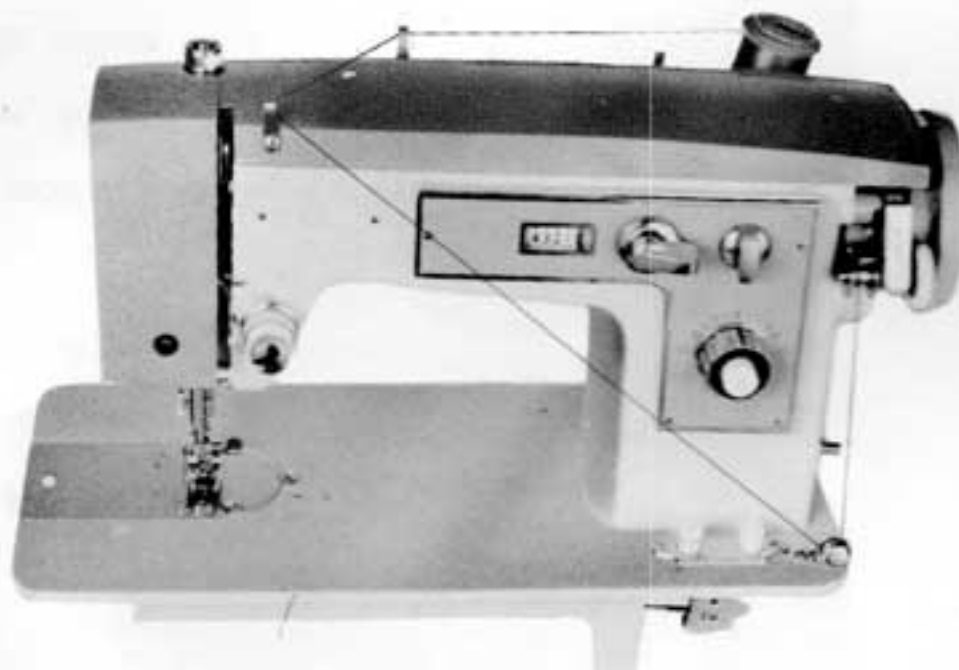

Fig. 21
2. Place a spool of thread on the spool pin. Draw thread from the spool through upper thread guide, and downward across machine from left to right. (Fig. 21)
Klos draad op de pen. Trek de draad door geleider op bovenarm en naar beneden door draadgeleider uiterst rechts-van links naar rechts (fig. 21).